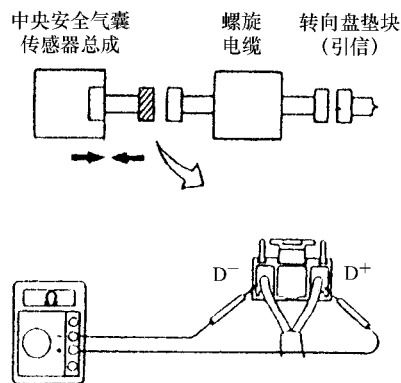

图 5-16 引信电路短路检查
(2)检查引信电路。如图 5-16 所示,测量螺旋电缆与转向盘垫块接头螺旋电缆侧 D+、D- 之间电阻,应大于等于 1k Ω 。若不正常,检查螺旋电缆。